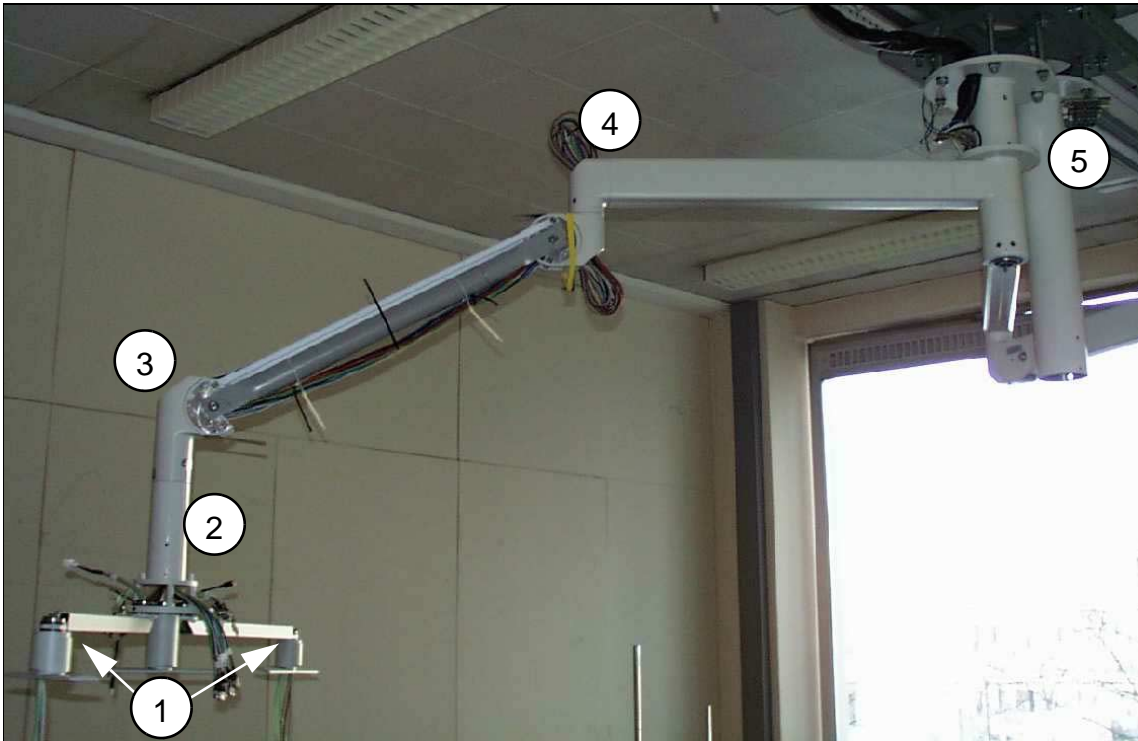

Fig. 87: Tragarm Übersicht
- Drehgelenke für Monitore (1/Fig. 87 / S. 95)
- Drehgelenk für MTS (2/Fig. 87 / S. 95)
- Hubgelenk zum MTS (3/Fig. 87 / S. 95)
- Hub- und Drehgelenk Federarm (4/Fig. 87 / S. 95)
- Drehgelenk mit Drehbaldachin am Ausleger 1 (5/Fig. 87 / S. 95)